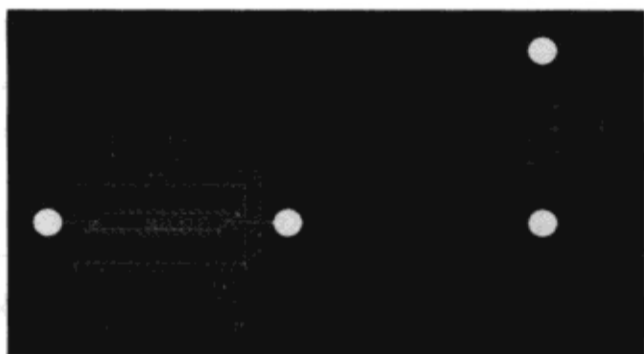

图 3-10-23 连接引脚
(6) 单击电阻 R1 标有“2”的引脚→单击 MS2 无连接的点，连接引脚，如图 3-10-23 所示。